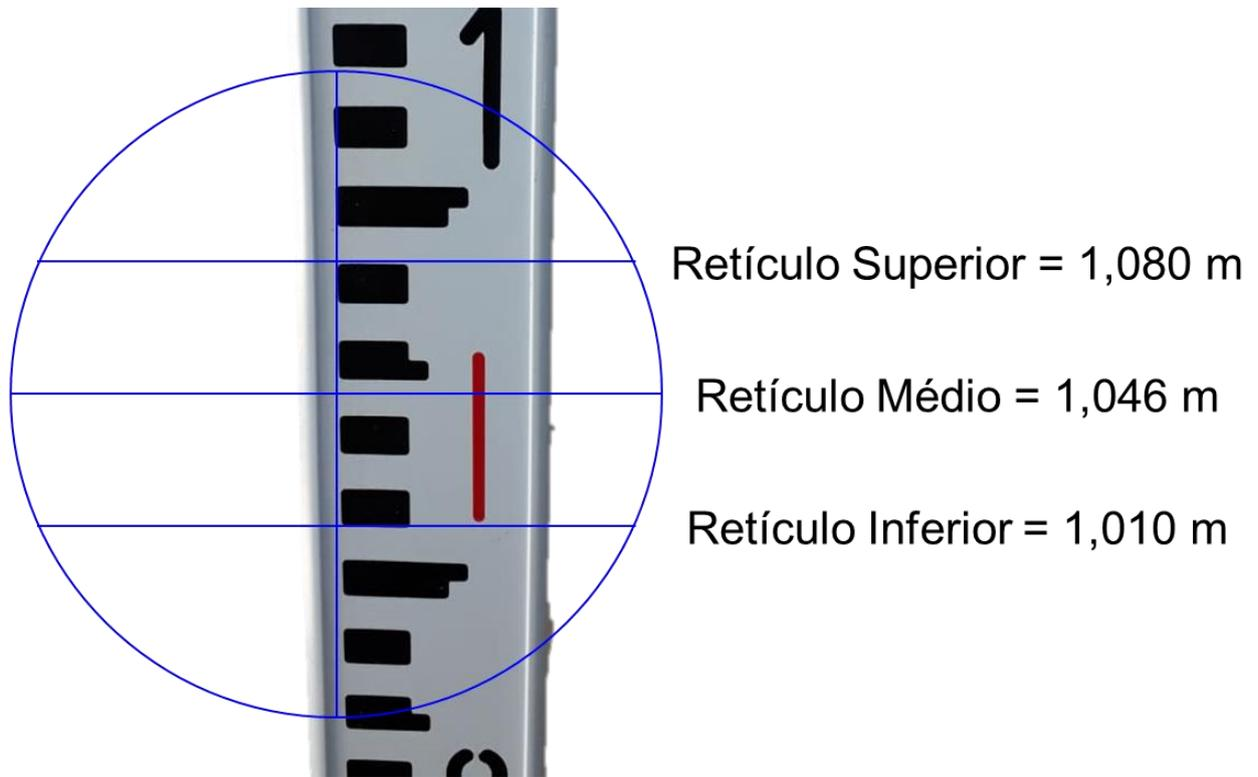

Figura 13 - Exemplo de leitura dos retículos.
A leitura do retículo é feita utilizando o fio como guia. Na Figura 13, a seguir, o Retículo Superior se encontra em 1,080 m, o Inferior em 1,010 m e o Médio em 1,046. Sendo o valor do Retículo Médio (RM) a média dos valores dos Retículos Superior e Inferior (RS e RI, respectivamente), temos: